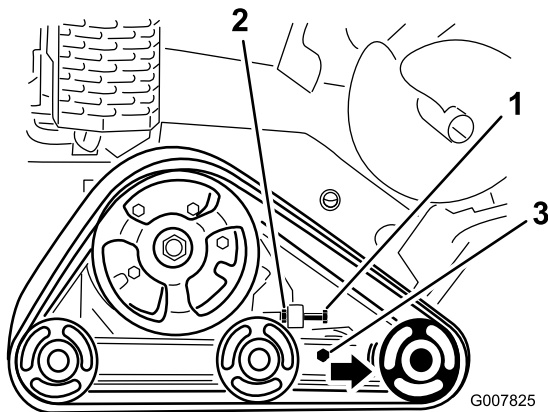

Bild 56
3. Lösen Sie die Klemmmutter an der Spannschraube der Kette und die Klemmschrauben am Spannarm (Bild 56).
4. Ziehen Sie die Spannschraube bis auf 32,5-40 N·m an, um die Kette zu spannen (Bild 56).
4. Lösen Sie die Spannschraube und Klemmmutter (Bild 56).
5. Lösen Sie die Klemmschrauben (Bild 56).